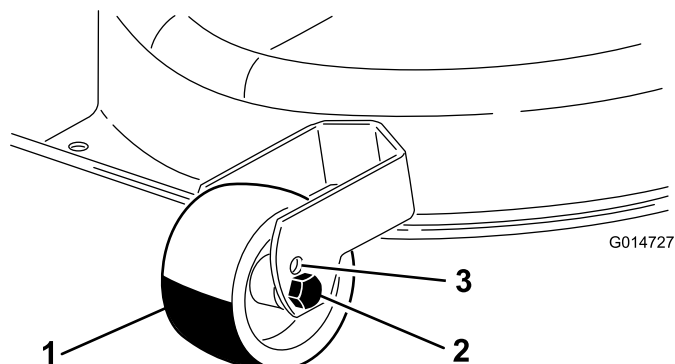

Figure 9
- Pour utiliser la hauteur de coupe 1 ou 2, placez les roues de jauge dans les trous supérieurs (les plus élevés) des supports (Figure 9).
- Pour utiliser les hauteurs de coupe 3 à 7, placez les roues de jauge dans les trous inférieurs (les plus bas) des supports (Figure 9).